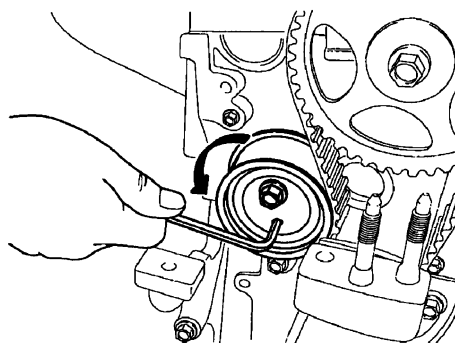

图 31-25 转动张紧器以张紧正时带
② 沿图 31-25 所示的方向, 用工具转动张紧器, 使正时带张紧。